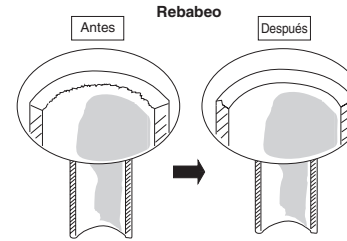

Fig. 5-1
- (1) Corte el tubo de cobre a la longitud necesaria con un cortador de tubos. Se recomienda cortar aprox. de 30 a 50 cm más largo que la longitud del tubo calculada.
- (2) Extraiga las rebabas del extremo del tubo de cobre con un escariador de tubos o una lima. Este proceso es importante y debe hacerse con cuidado para conseguir un buen abocardado. Cerciórese de impedir que entre cualquier contaminante (humedad, suciedad, virutas metálicas, etc.) en la tubería. (Figs. 5-1 y 5-2)